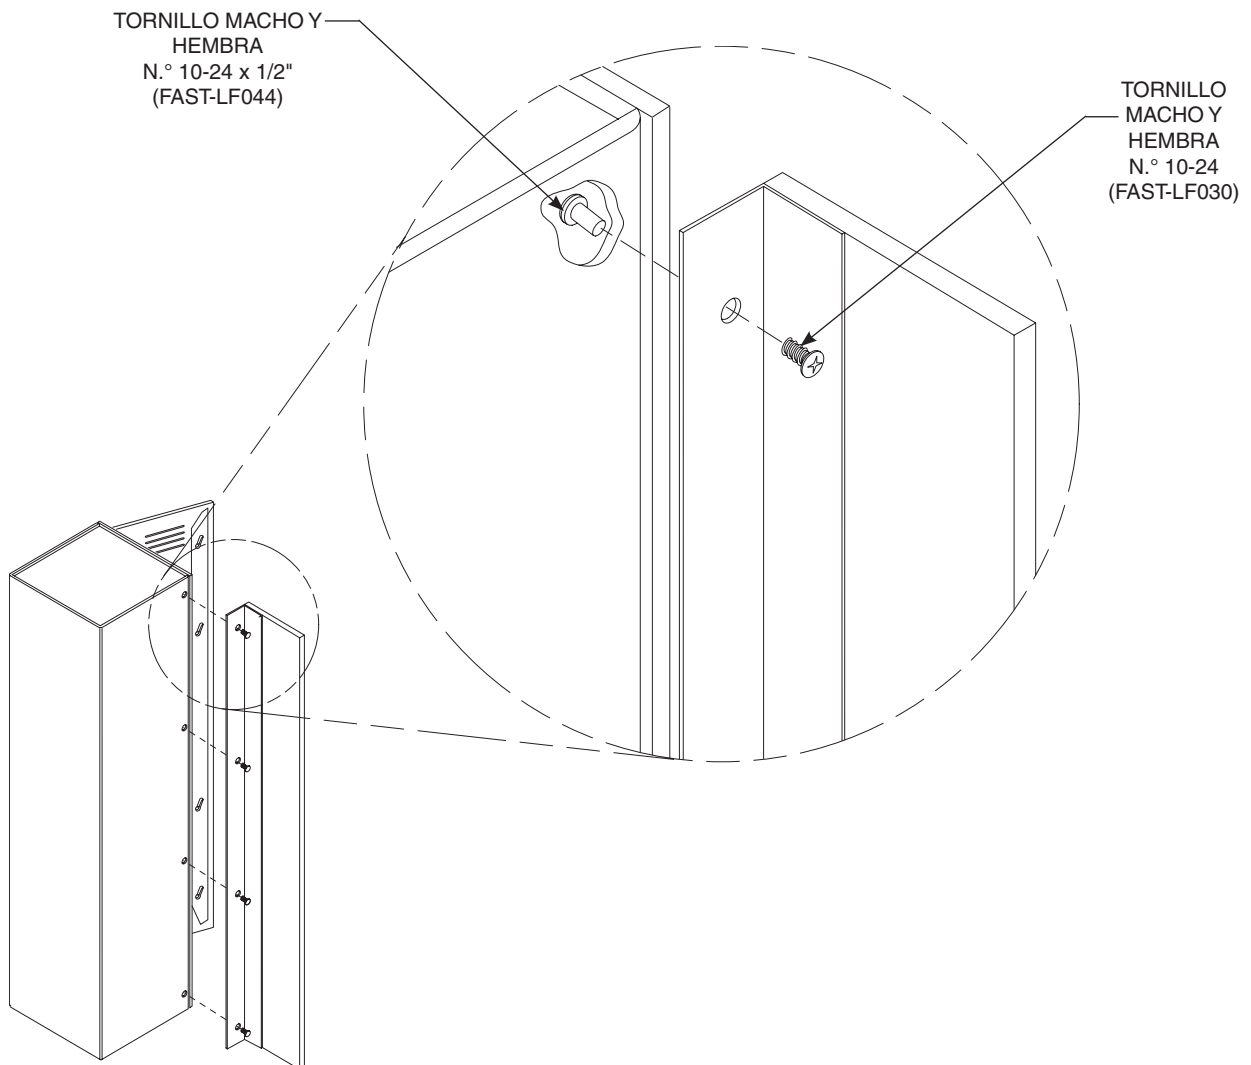

Figura 2
2. Perfore cuatro orificios de 9/32" de diámetro en el casillero con los orificios en la pieza de relleno como plantilla, como se muestra en la Figura 2.
3. Perfore cuatro orificios de 9/32" de diámetro en el casillero con los orificios en la pieza de relleno como plantilla (consulte la Figura 2 en la página 35).